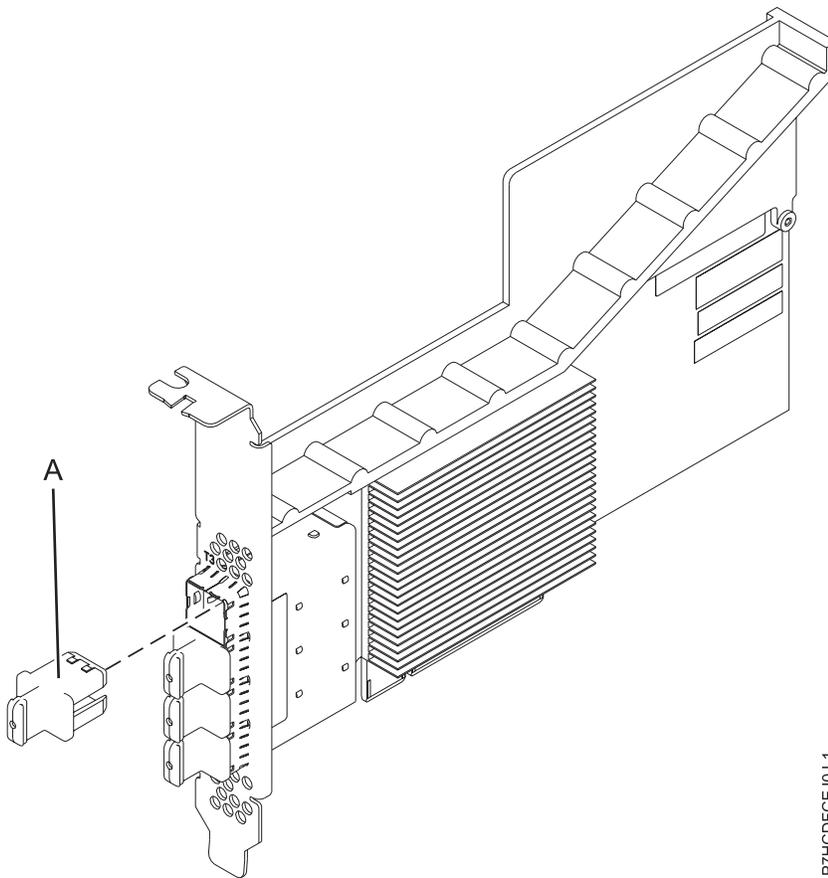

Figure 14. Carte PCIe3 à 4 ports SAS x8
La carte PCIe3 à 4 ports SASA x8 est une carte PCI Express (PCIe) SAS RAID de troisième génération, courte et à faible encombrement mais destinée à une installation pleine hauteur. La carte est destinée à des applications SAS (Serial Attached SCSI) hautes performances et haute densité. Elle prend en charge le raccordement d'unité de bande ou DVD SAS à l'aide de quatre connecteurs mini-SAS haute densité (HD) x4 qui permettent d'utiliser les liaisons physiques dans différentes configurations étroites et larges de ports. Le raccordement de bande magnétique n'est pris en charge qu'avec une configuration de carte unique et ne peut pas être combiné avec un disque SAS sur la même carte. L'adaptateur ne dispose pas d'un cache en écriture. La figure 14, à la page 42 illustre la carte PCIe3 à 4 ports SASA x8.
La figure 14, à la page 42 représente la carte. Le capuchon du connecteur (**A**) est installé dans un port vide et empêche que ce port ne soit endommagé lorsqu'un câble d'un connecteur de port adjacent est branché ou retiré.